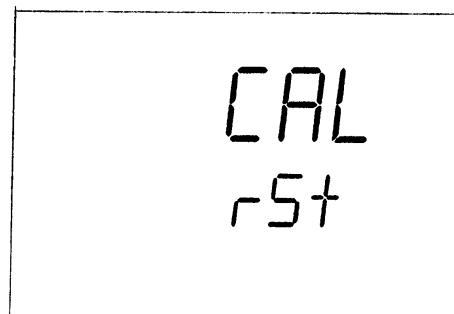

Figure 6 - Restauration sur les valeurs d'usine par défaut
2. L'appareil affiche RST (restaurer) sur l'affichage inférieur et CAL (étalonner) sur l'affichage supérieur. Voir figure 6.